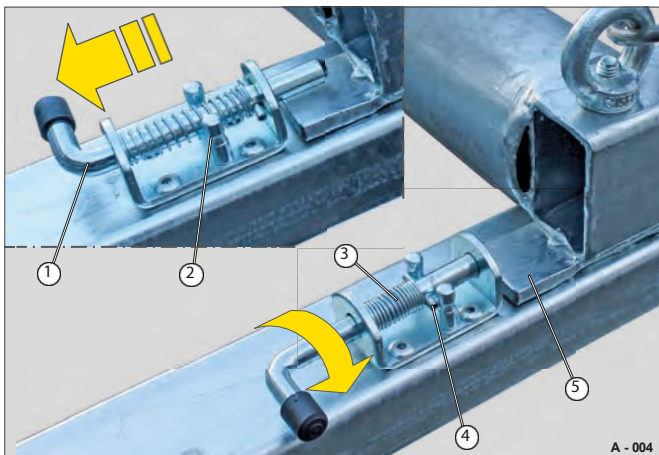

Fig. 22 Lås upp låsbulten
- Dra i låsbulten (Fig. 22/1) mot tryckfjäders (Fig. 22/2) kraft.
- Vrid samtidigt låsbulten 90° och lås låssprintarna (Fig. 22/4) bakom låssprintarna (Fig. 22/2).
Bromsramens spärr (Fig. 22/5) frigörs.